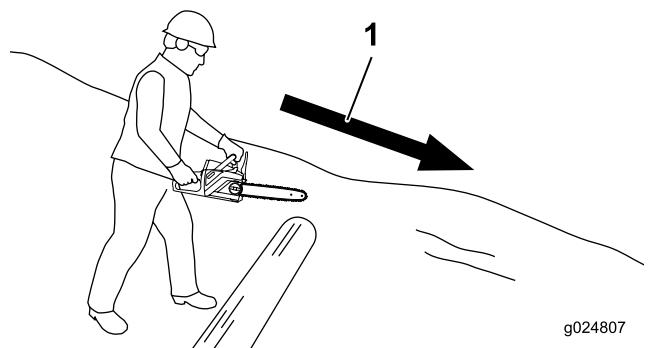

Figure 21
- Si la bûche se trouve sur une pente, tenez-vous toujours en amont de la bûche (Figure 21).